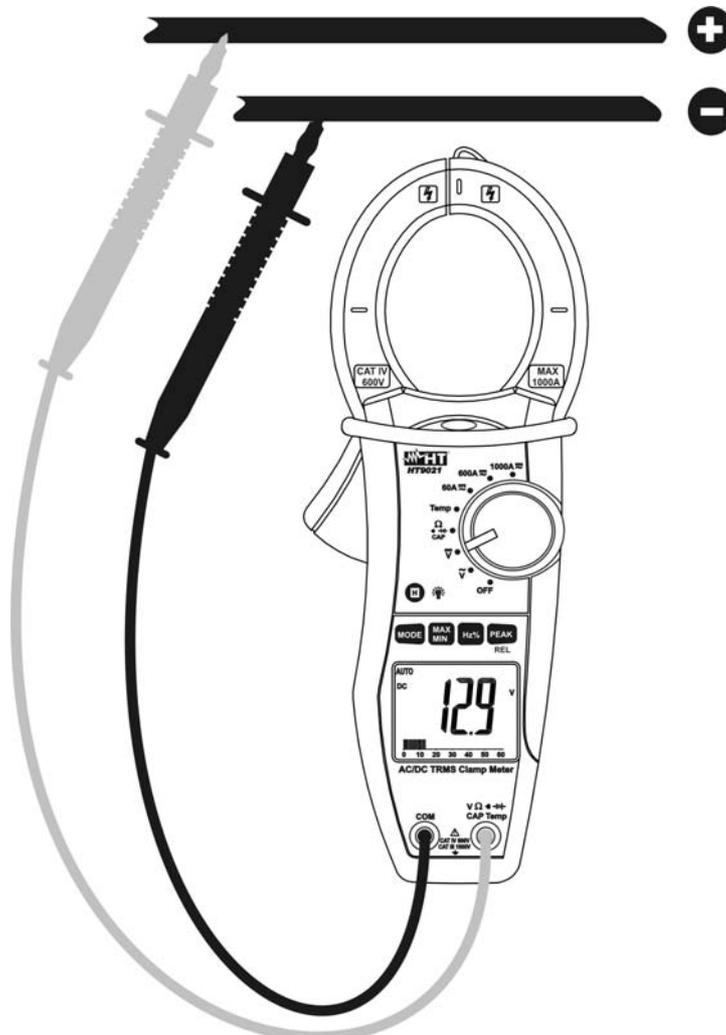

Fig. 3: Uso de la pinza en medidas de Tensión CC
2. Inserte el cable rojo en el terminal de entrada $V\Omega$ y el cable negro en el terminal de entrada **COM** (Fig. 3)